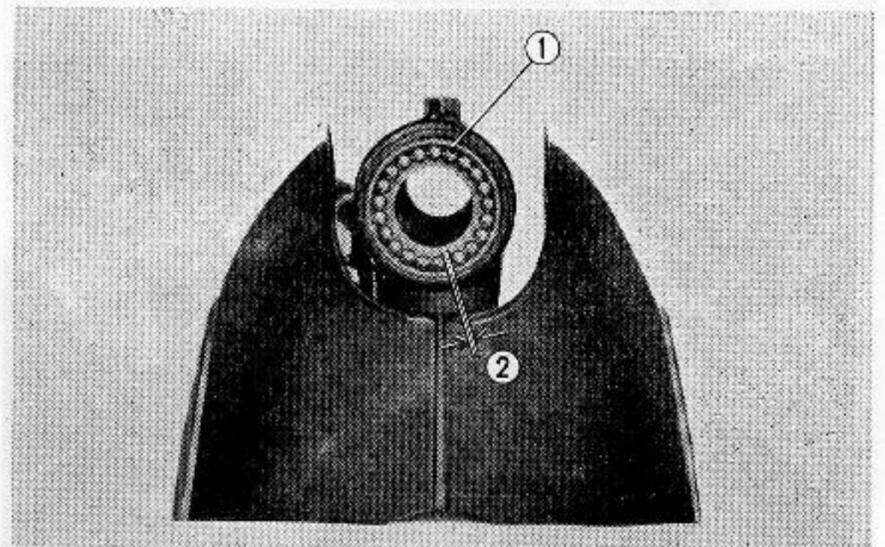

Abb. 4.25 Laufring mit Stahlkugeln
① 36 mm Hakenschlüssel
② Schaftrohrmutter
- (1) Die 21 Stahlkugeln auf Verschleiß und Beschädigung prüfen. (Abb. 4.25)
- (2) Obere und untere Lagerschale und Kugellauftring auf Abnutzung und Beschädigung prüfen.
- (3) Staubdichtung am Steuerkopf auf Abnutzung und Beschädigung prüfen.
- (4) Schaftrohr auf Verbiegung oder Verdrehung messen.